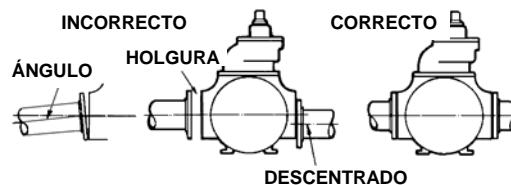

Figura 2
4. Verifique la alineación de las tuberías hacia la bomba para evitar tensiones que posteriormente pudieran causar una desalineación. Consulte la figura 2. Desempeñe las bridas o rompa las juntas de unión. Las tuberías no deben separarse ni caerse. Después de que la bomba haya estado en operación durante una semana o dos, vuelva a verificar completamente la alineación.